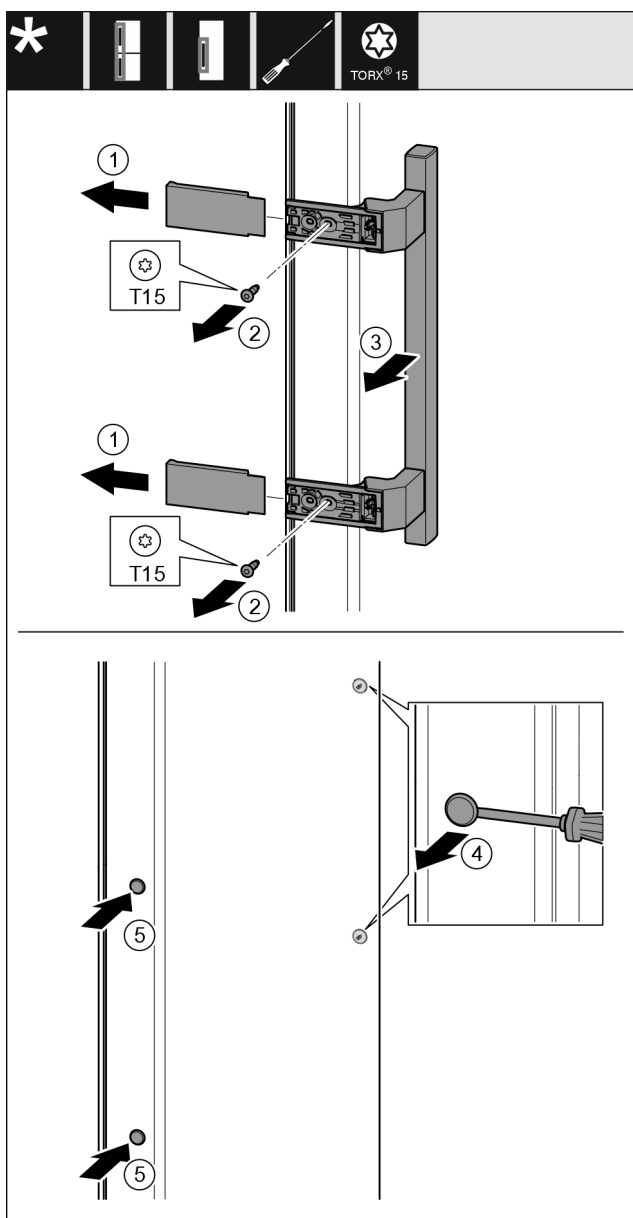

Fig. 33
- Hiqni kapakun mbulues Fig. 33 (1).
- Lironi vidat Fig. 33 (2) me një kaçavidë.
- Hiqni dorezën Fig. 33 (3).
- Ngrini lart me kujdes tapën anësore Fig. 33 (4) me një kaçavidë me kokë petë dhe nxirreni jashtë.
- Vendosni sërish tapën Fig. 33 (5) në anën tjetër.